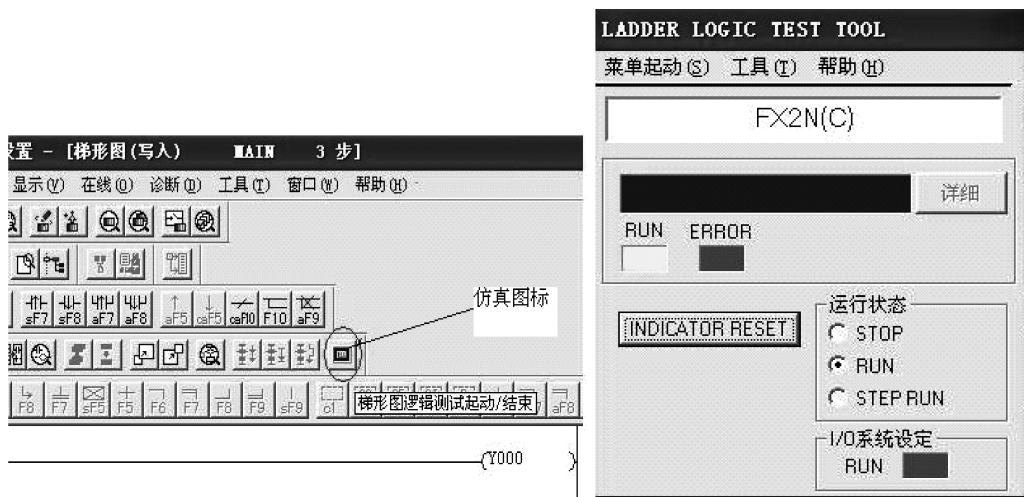

图 2-49 梯形图逻辑测试的仿真启动操作画面
2) 单击如图 2-49 所示快捷工具栏中的仿真图标，即可进入如图 2-50 所示的梯形图逻辑测试的仿真启动画面。
1) 单击状态栏的“LADDER LOGIC TEST TOOL”按钮，将弹出如图 2-49 所示对话框，在图 2-49 中选择“STOP”，PLC 就停止运行，再选择“RUN”，PLC 又运行。